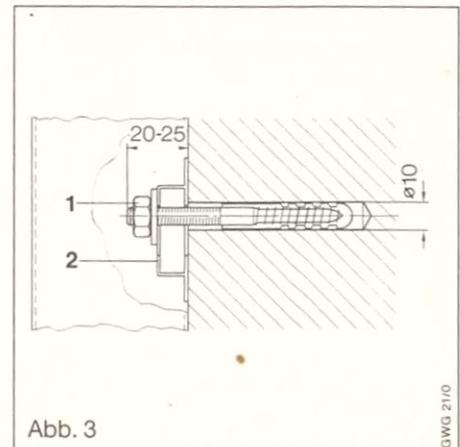

Abb. 3
- Stockschrauben (1) gemäß Abb.3 befestigen.
- Gerät mit rückseitiger Quertraverse (2) auf die Stockschrauben aufhängen und mit Muttern und U-Scheiben befestigen.